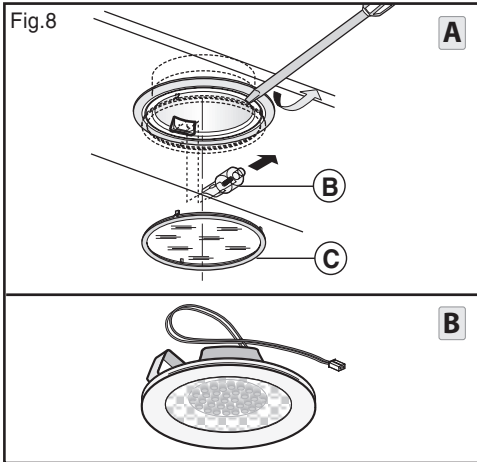

Fig.9
Microinterruttore (Fig.9):
Se il carrello telescopico è chiuso, né le luci né le velocità del motore potranno essere attivati (Fig.9).
• **Comandi slider (Fig.9)** la simbologia è di seguito riportata: